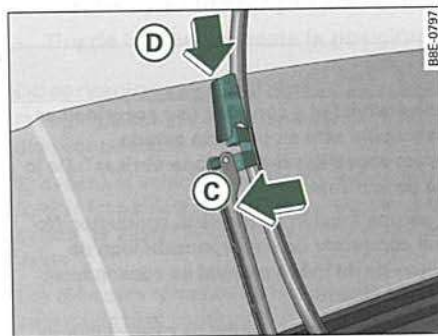

Fig. 82 Colocar la escobilla
- Coloque la escobilla nueva en el alojamiento del brazo del limpiaparabrisas ⇒ *página 86, fig. 82* (C).
- Desplace el elemento de bloqueo de la escobilla en la dirección de la flecha (D) hasta que se perciba que encastra en el brazo del limpiaparabrisas.